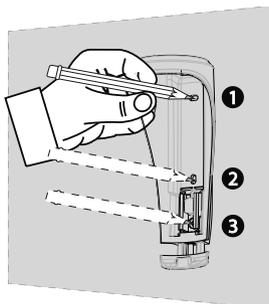

Figura 4.
1. Usare come riferimento i fori in alto e al centro della staffa del dispositivo per segnare due fori sulla superficie di montaggio. Vedere il foro numero 1 e il foro numero 2 nella Figura 4.
2. Opzionale: per usufruire della protezione antimanomissione, utilizzare il foro più basso nel segmento a strappo della staffa per segnare un terzo foro sulla superficie di montaggio. Vedere il foro numero 3 nella Figura 4.